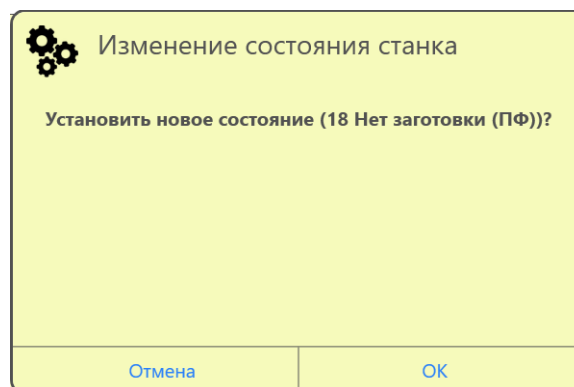

Рисунок 6 – Изменение состояния станка
- Если используется мышь, то оператор с ее помощью выбирает нажимает на одно состояние на экране (в виде кнопки с надписью) и подтверждает установку состояния нажатием на клавишу «ОК» в появившемся окне (см. Рисунок 6).
- Если используется клавиатура, то оператор нажимает соответствующую клавишу (приведена в скобках для каждого состояния) и подтверждает установку состояния нажатием на клавишу «ОК» в появившемся окне (см. Рисунок 6).